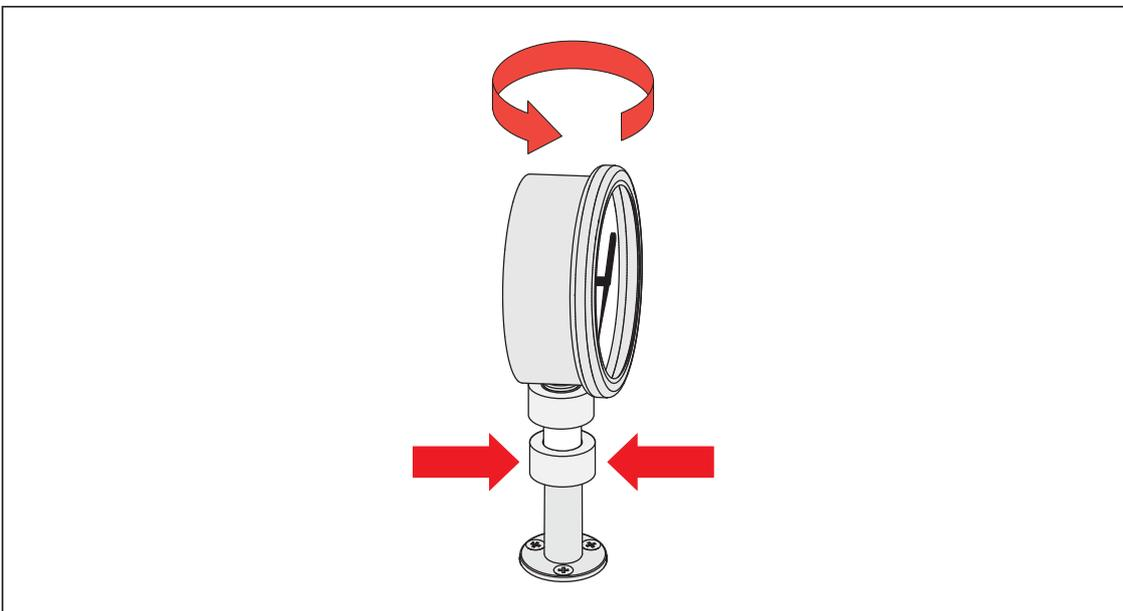

Рис. 8. Регулировка положения манометра
3. Чтобы установить прибор лицевой стороной вперед, удерживайте переходник манометра и поверните прибор ПРОТИВ ЧАСОВОЙ СТРЕЛКИ, чтобы его лицевая сторона была повернута вперед, см. Рис. 8.